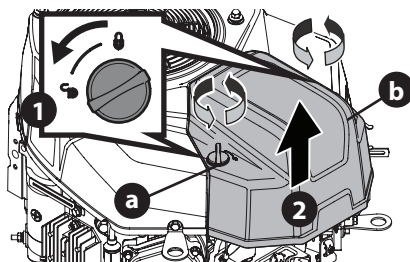

Figure 9
1. Dévissez et retirez les vis de serrage (a) (Figure 9).